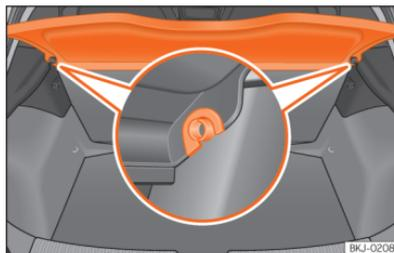

Abb. 138 Im Gepäckraum: Gepäckraumabdeckung aus- und einbauen.
- Ziehen Sie die Gepäckraumabdeckung nach oben aus den seitlichen Halterungen »» (Abb. 138) heraus.
- Führen Sie die Gepäckraumabdeckung horizontal ein, so dass das „Hufeisen“ über der Aufnahmeachse »» (Abb. 138) liegt, und drücken Sie die Abdeckung nach unten, bis sie einrastet.